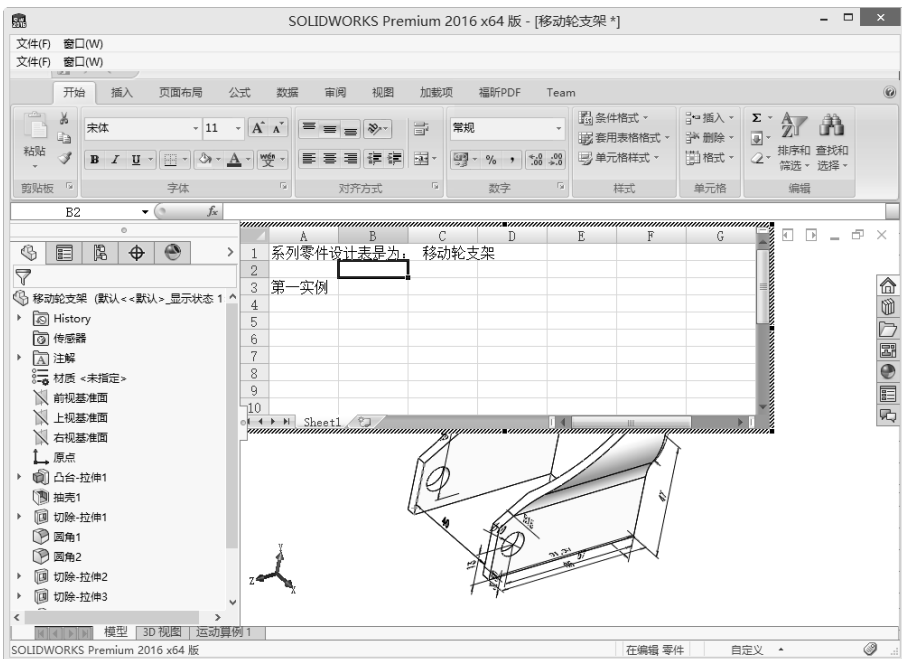

图 8-6 插入的 Excel 工作表
2) 此时, 一个 Excel 工作表出现在零件文件窗口中, Excel 工具栏取代了 SOLIDWORKS 工具栏, 如图 8-6 所示。